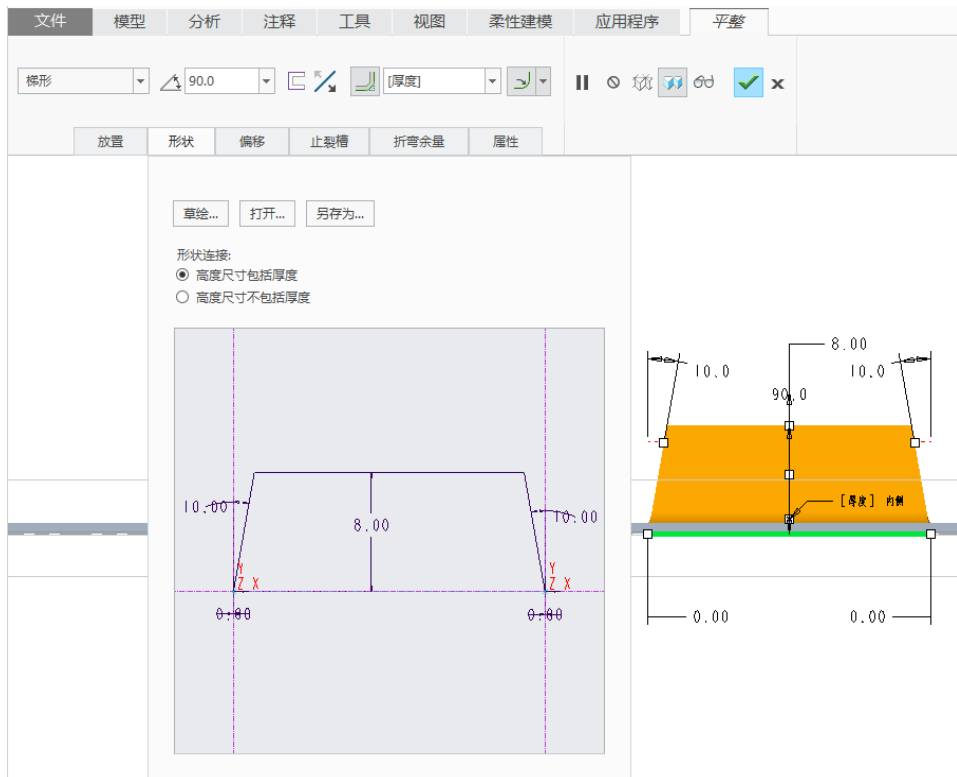

图 6-25 设置形状尺寸
(4) 在“平整”选项卡中打开“形状”面板，设置图 6-25 所示的形状尺寸。还可以单击“草绘”按钮进入草绘模式编辑形状尺寸。